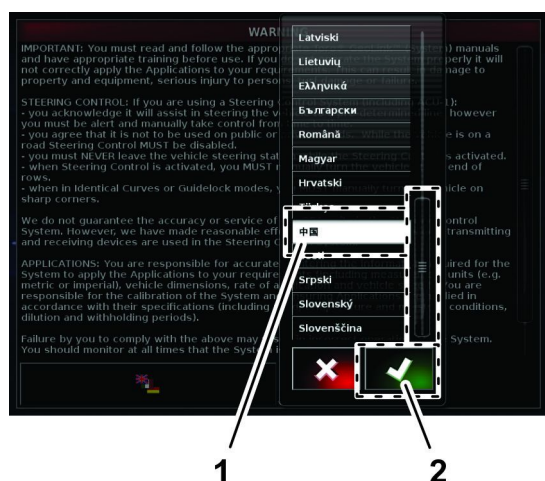

Figura 16
2. Nella finestra di dialogo di selezione della lingua, scorrete fino alla lingua desiderata, selezionatela nell'elenco e premete l'icona SÌ (Figura 16).